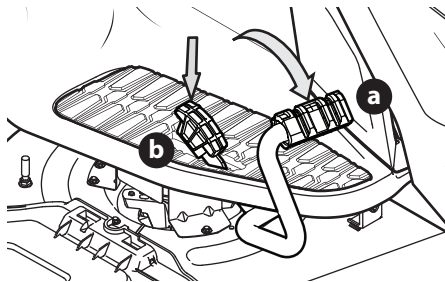

Figura 25
2. Para conducir HACIA ADELANTE, presione lentamente el pedal de marcha adelante (a) hasta alcanzar la velocidad deseada (Figura 25).
3. Para conducir MARCHA ATRÁS, verifique que el área de atrás esté despejada; luego presione lentamente hacia adelante el pedal de marcha atrás (b) hasta alcanzar la velocidad deseada (Figura 25).